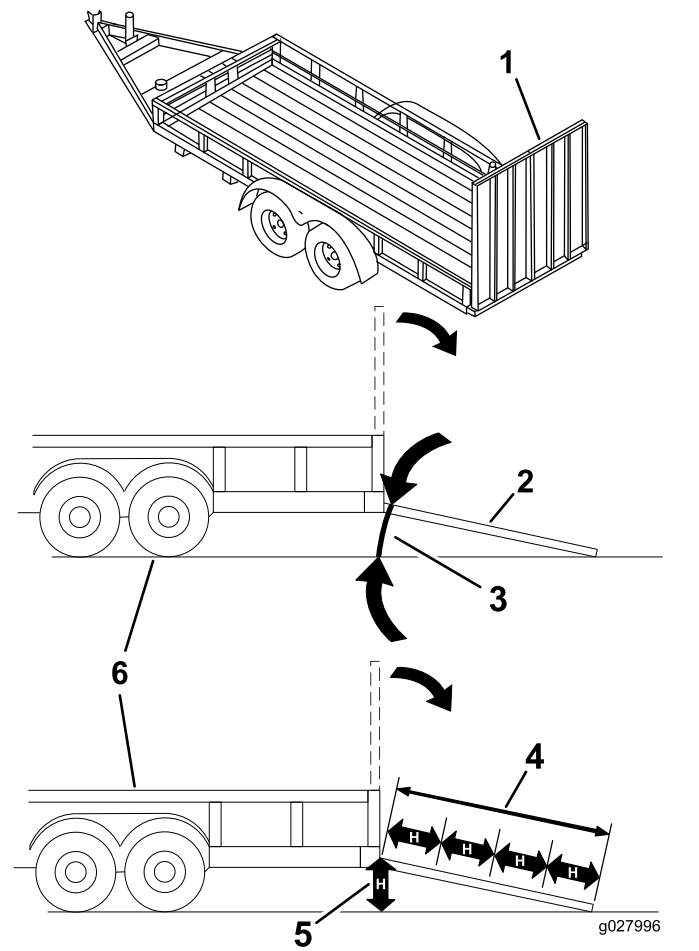

Bild 39
Das Laden einer Maschine auf einen Anhänger oder einen Lastwagen erhöht die Umkipppgefahr und könnte schwere oder tödliche Verletzungen verursachen (Bild 39).
3. Senken Sie die Rampe ab und stellen Sie sicher, dass der Winkel zwischen der Rampe und dem Boden höchstens 15 Grad beträgt (Bild 39).
1. Senken Sie die Rampe ab und stellen Sie sicher, dass der Winkel zwischen der Rampe und dem Boden höchstens 15 Grad beträgt (Bild 39).